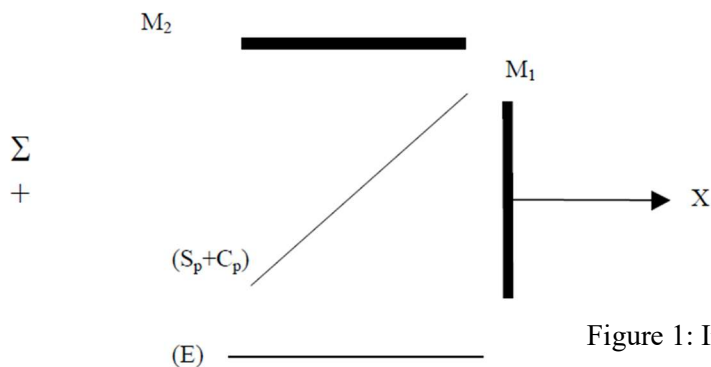
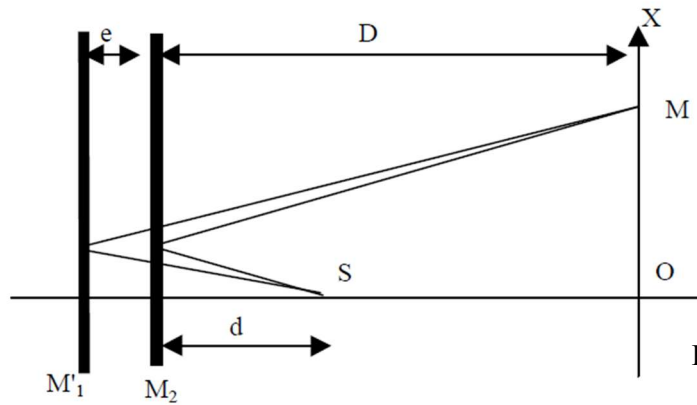

Figure 1: Interféromètre de Michelson en lame d'air
Figure 2 : Equivalence en lame d'air
- 1-a-** Montrer l'équivalence du Michelson dans cette configuration avec une lame d'air (Figure 2). (Les échelles de la figure 1 et de la figure 2 ne sont pas les mêmes). A quoi correspondent dans le schéma équivalent  $M_1'$  et  $S$  ? On appelle  $D$  la distance entre  $M_2$  et l'écran E (dont on repère la position d'un point M par l'axe OX), et  $d$  la distance entre S et  $M_2$ . On suppose que  $D$  et  $d$  sont nettement plus grandes que  $e$ .
- 1-b- Faire un dessin de deux rayons différents issus de la source réelle  $S$  et interférant en un point  $M$  de (E) à partir de la Figure 1.
- 2- On cherche à calculer la différence de marche entre les rayons issus de  $S$  (de la Figure 2) et qui interfèrent en un point  $M$  de (E) tel que  $OM=X$ , en se limitant aux rayons peu inclinés sur l'axe  $OS$ .
**I.A** - Dans une turbine, un fluide passe des conditions (pression  $P_1$ , température  $T_1$ , vitesse  $v_1$ , enthalpie massique  $h_1$ ) à l'entrée aux conditions (pression  $P_2$ , température  $T_2$ , vitesse  $v_2$ , enthalpie massique  $h_2$ ) à la sortie (Figure 1).